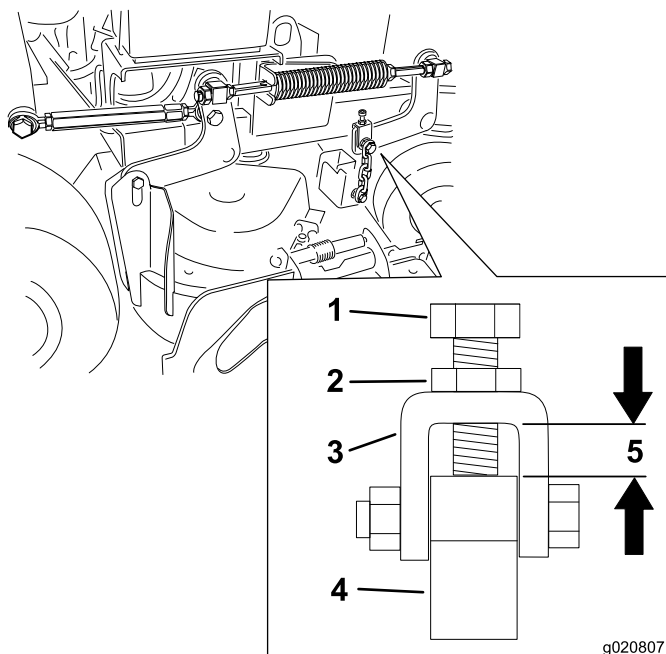

Figura 83
Nota: Questa distanza deve essere di 11 mm, come mostrato in Figura 83.
12. Allentate il controdado e regolate il bullone per ottenere la distanza corretta mostrata in Figura 83.